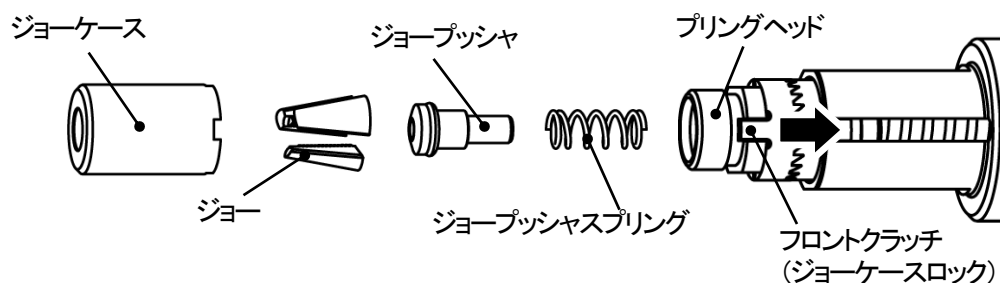

図 7-2
③フロントクラッチ（ジョーケースロック）を指で押し込み、凹凸を外し、ジョーケースを左に回してプリングヘッドから取り外します。この時、外れてくる部品を(図 7-2)に示します。